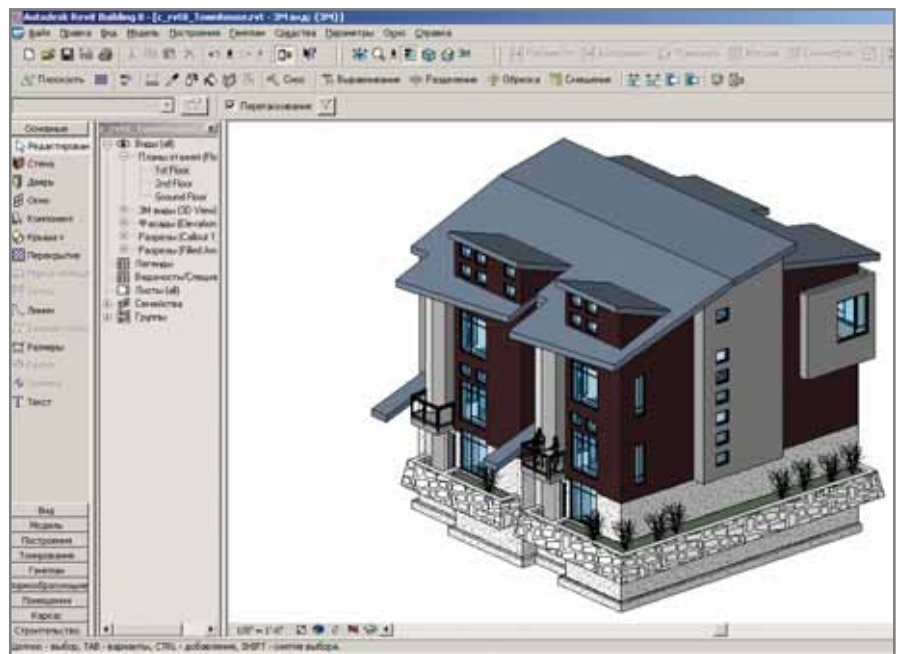

Рис. 11. Перспективный вид отображает все объекты, хотя на поэтажном виде часть элементов отключена
6. С помощью браузера проекта (*Project Browser*) перейдите в 3D перспективный вид (рис. 11). Как видно на рис. 11, изоляция элементов актуальна только для того вида, в котором вы работаете, — на другие виды это действие не распространяется.